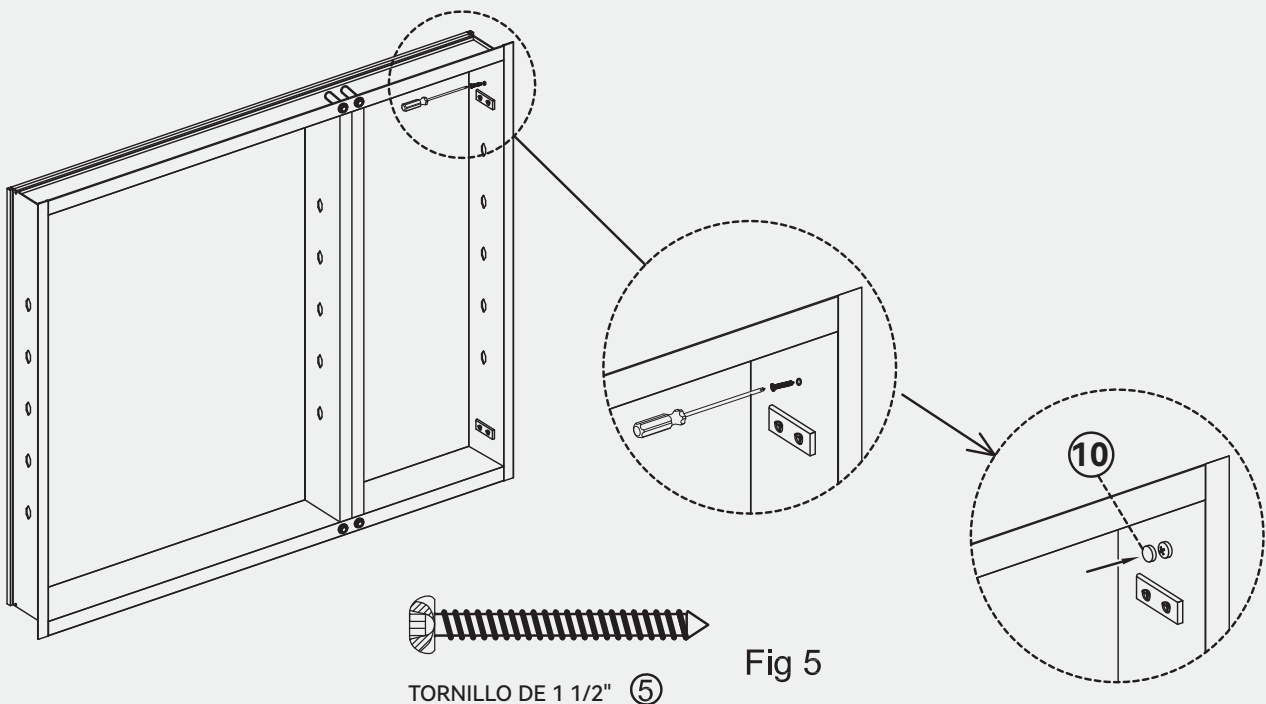

Fig 5
3. Inserte cuatro (4) tornillos ⑤ #10 X 1 1/2" en las cuatro ubicaciones proporcionadas para la instalación empotrada (Fig 5). Tenga cuidado de no apretar en exceso. Asegúrese de que el gabinete esté centrado en la abertura bruta. Cubra los tornillos con las tapas ⑩ proporcionadas.